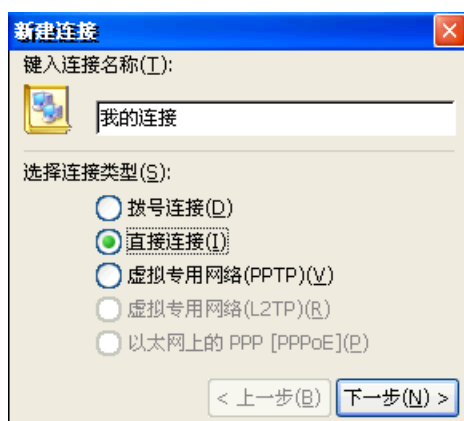

图 2.30 新建连接
3. 启动MagicARM2410 上的Windows CE.net 5.0。进入“我的电脑”→“控制面板”→“网络和拨号连接”，双击“新建连接”，弹出如图 2.30 所示的对话框。请选择“直接连接(I)”，然后单击“下一步(N)>”。